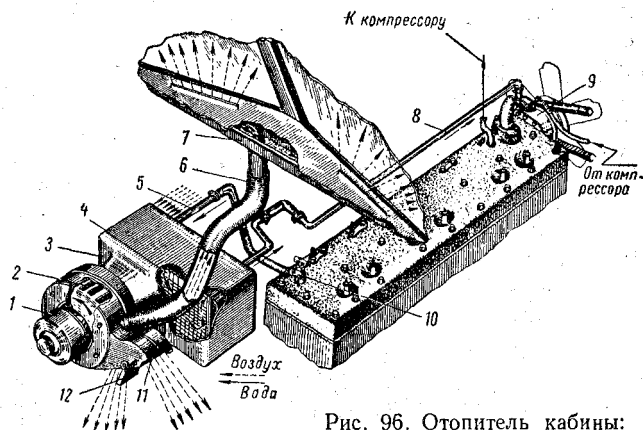

Рис. 96. Отопитель кабины:
**Отопитель кабины.** Отопление кабины и обдув ветровых стекол для предохранения их от запотевания и обмерзания осуществляются отопителем (рис. 96), установленным в передней части кабины под щитом.